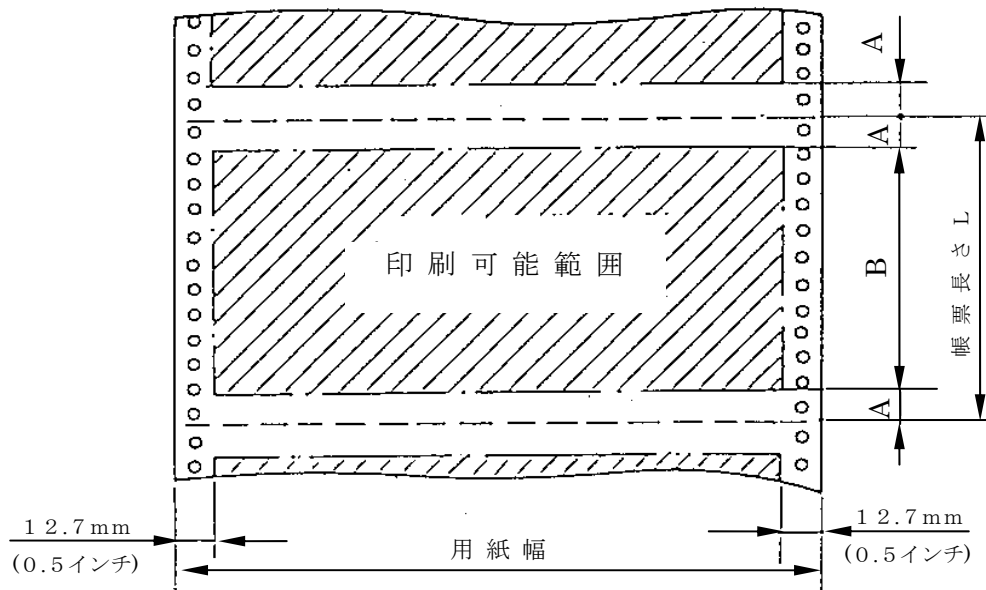

図 B-7 印刷可能範囲
- (1) 最大印刷幅は、431.8 mm (17 インチ) です。
- (2) 最大印刷長は、〔帳票長さ－印刷禁止長さ×2〕 です。
- (3) 印刷可能範囲は図 B-7 の斜線部です。